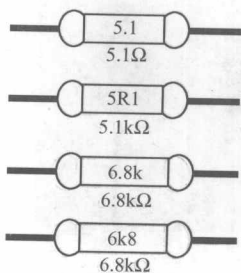

图 1-3 电阻的直标
(2) 电阻的标示方法。
① 直标法。在电阻外壳上直接印刷电阻值, 如 “ 6.8Ω ” 的电阻印有 “6.8” 或 “6R8” 字样, $6.8k\Omega$ 的电阻上印有 “6.8k” 或 “6k8” 字样, 如图 1-3 所示。
② 色环标示法。在电阻上印有 4 道或 5 道色环来表示电阻的阻值。电阻 4 道色环的含义是: 第一、二色环表示两位有效数字, 第三色环表示所乘倍率, 第四色环表示允许偏差。电